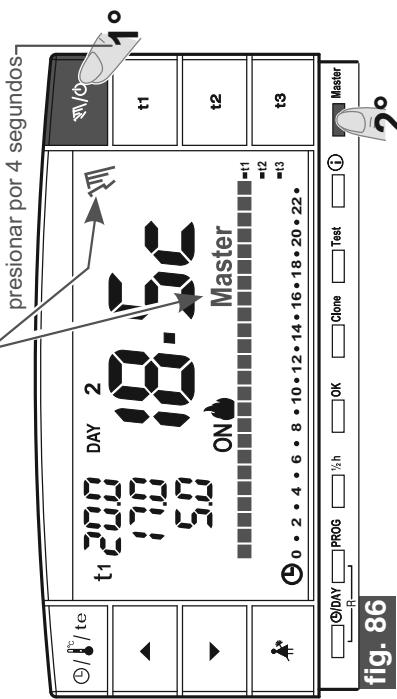

fig. 86
- en el cronotermostato MÁSTER pulsar por 4 seg. el botón "MASTER" para el funcionamiento manual permanente; en la pantalla se enciende el símbolo "MASTER" de funcionamiento manual (fijo) (ver detalles en el apartado 7.1(B)) (ej. fig. 86). Pulsar por un instante el botón "Master": en la pantalla se enciende el mensaje "Máster" (fijo).